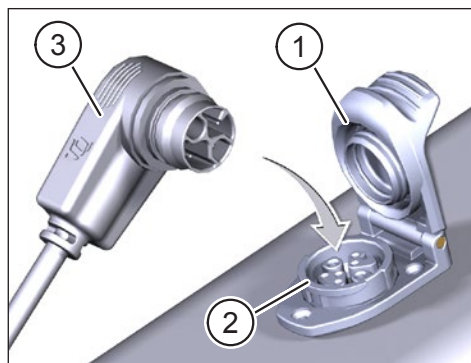

Fig. 2: Carga de la Battery integrada
- ▶ Doblar la tapa (Pos. 1 en Fig. 2) en el puerto de carga (Pos. 2 en Fig. 2) en el cuadro de la bicicleta.
- ▶ Ajustar la clavija de carga (Pos. 3 en Fig. 2) del Charger para que los códigos de la clavija de carga y el puerto de carga coincidan (véase Fig. 2).